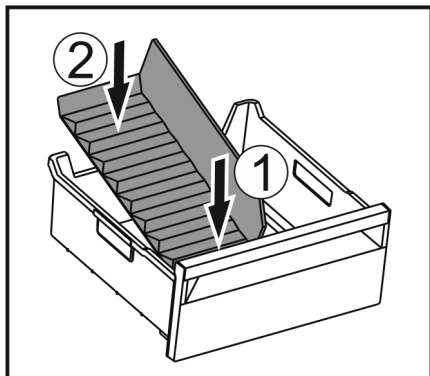

Fig. 171
- ▶ Установите переднюю часть разделителя отделения для льда. Fig. 171 (1)
- ▶ Опустите заднюю часть разделителя отделения для льда на дно выдвижного ящика. Fig. 171 (2)